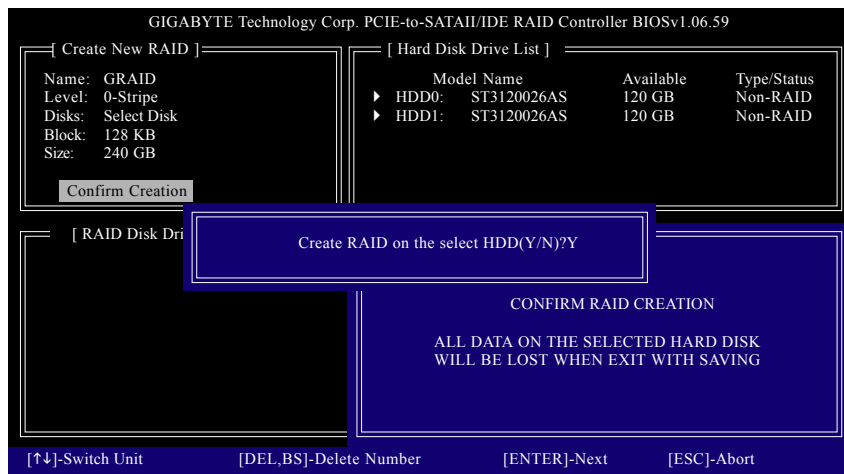

図 7
6. 作成の確認:上のすべてのアイテムが設定されたら、選択バーが **Confirm Creation** アイテムに自動的にジャンプします。<Enter>を押します。選択を確認するように求められたら (図 7)、<Y> を押して確認するか <N> を押して中断します。